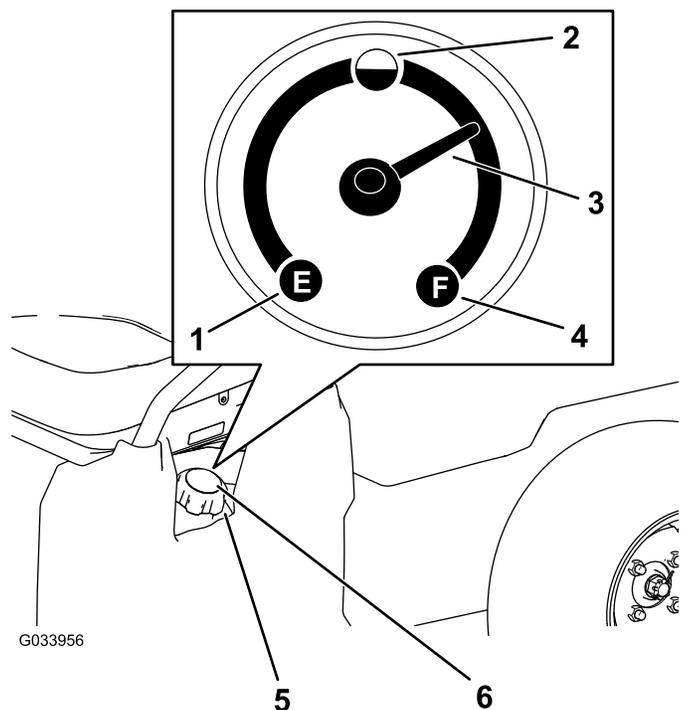

Figura 14
4. Pulite intorno al tappo del serbatoio del carburante (Figura 14).